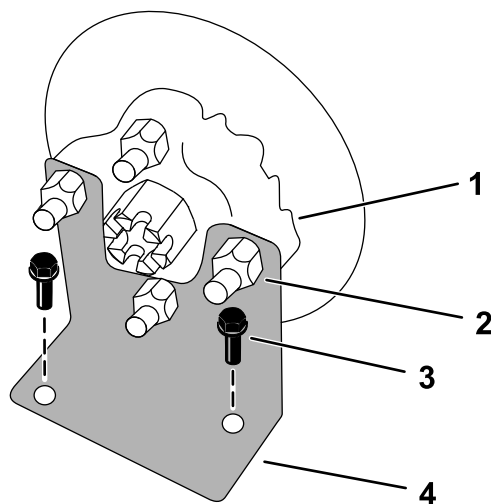

Bild 1
9. Entfernen Sie die vier Radmuttern von jeder Radnabe (Bild 1).